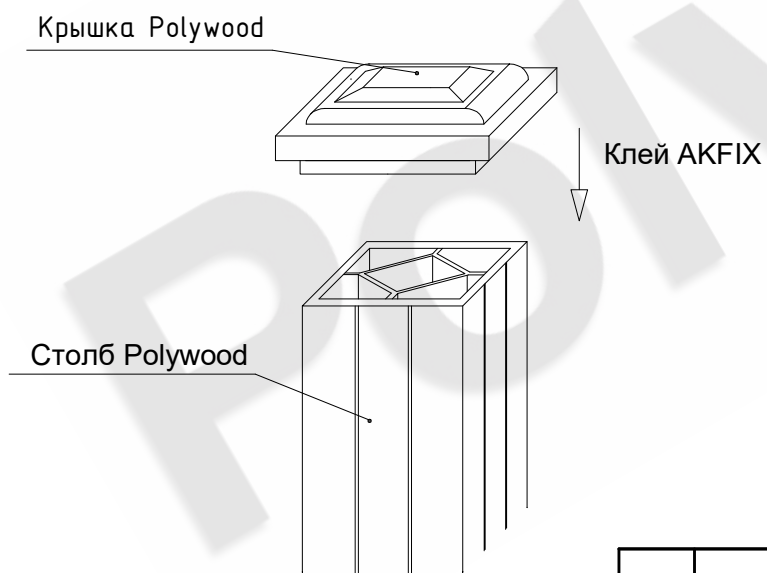

Рис. 5 Установки крышки
- По завершению установки балясин, установить крышки для столбов Polywood, при помощи клея AKFIX. (Рис. 5)